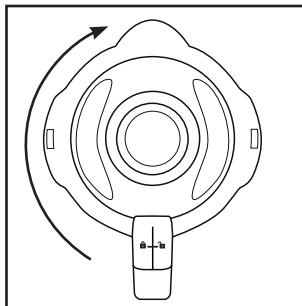

Fig. 2
- 4) Sæt låget ② forskudt på blenderkanden ③ igen. Luk låget ② ved at dreje det med uret til position indtil det klikker hørbart på plads (se fig. 2). Sørg for, at hældetuden på blenderkanden ③ er lukket. Motoren kan kun startes, hvis låget ② slutter helt til.